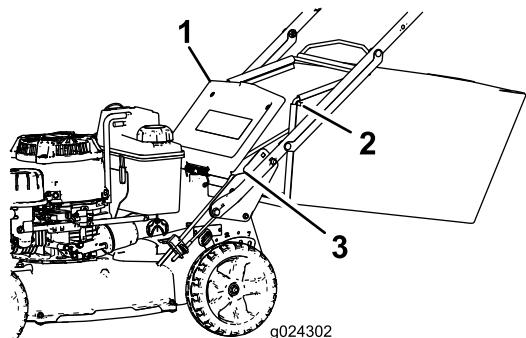

Figura 20
2. Erga e segure a porta traseira (Figura 20).
4. Instale as extremidades da barra do saco nas ranhuras na base da pega e abane o saco para a frente e para trás para assegurar que as extremidades estão encaixadas na parte inferior de ambas as ranhuras (Figura 20).
3. Retire a barra do saco de relva das ranhuras na base da pega (Figura 20).